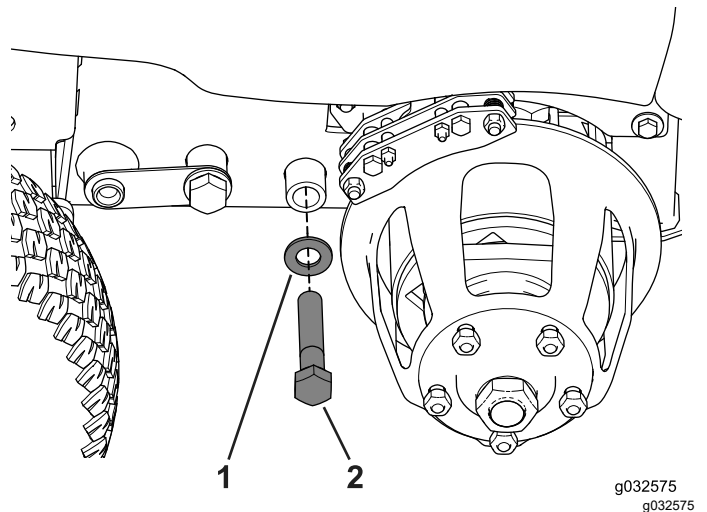

Figura 77
4. Instale el perno ($\frac{3}{4}$ " x 4"), como se muestra en la Figura 77.